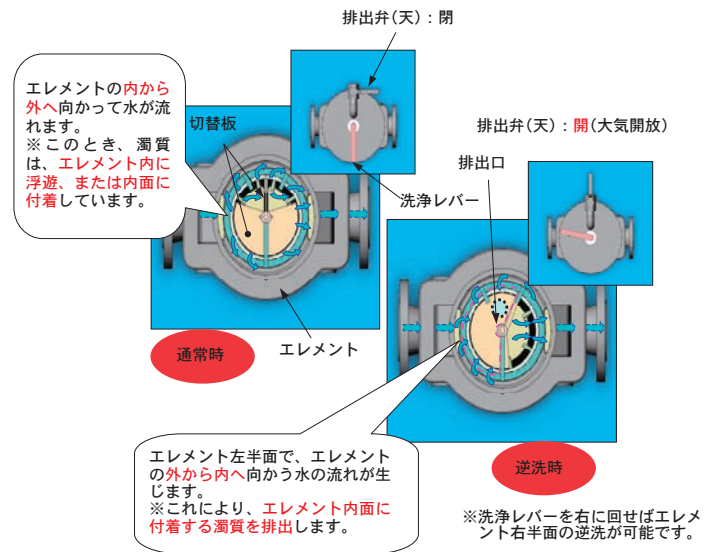

図3 排出弁(天)濁質排出図
- 3) 洗浄レバーを操作し、排出弁(天)を開閉させることで、図3に示すように、通水しながら濁質の排出と、エレメントの洗浄を同時に行うことができます。